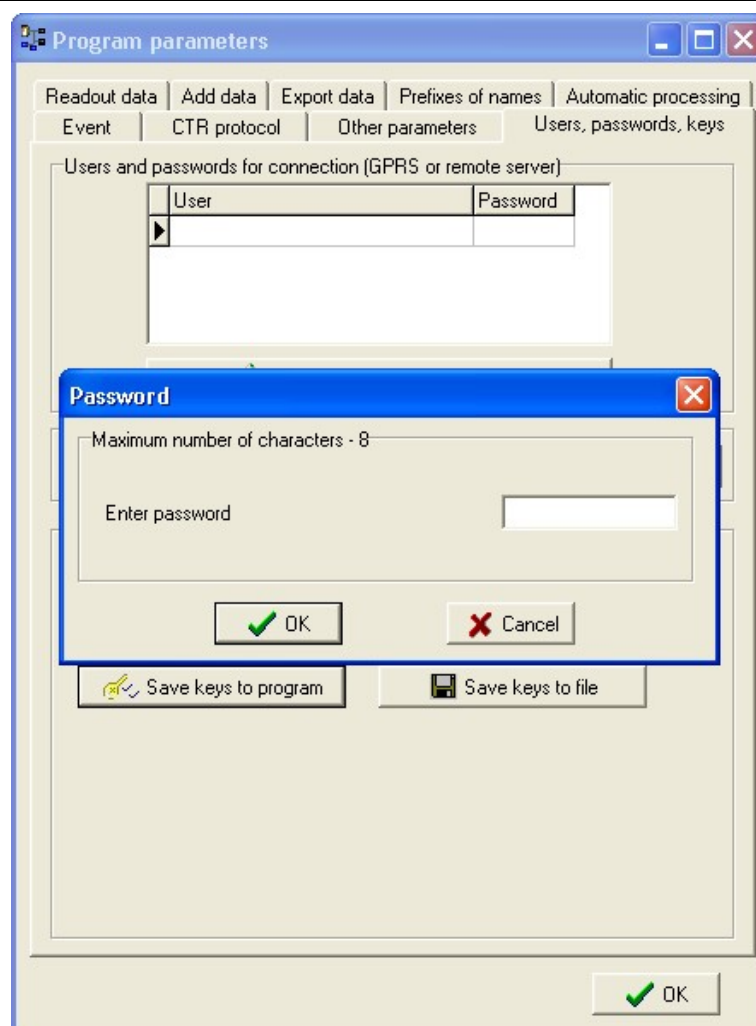

*Fig. 38 Selezione dei diritti di accesso*
- È necessario selezionare la chiave di codifica che sarà utilizzata per la comunicazione nel menu a scorrimento (vedere Fig. 38).
**Nota:** Prima di salvare le chiavi nel programma o nel file è richiesto l'inserimento della password. Questa password protegge dalla modifica delle chiavi nel service SW o dal caricamento delle chiavi dal file (Fig. 38 Selezione dei diritti di accesso